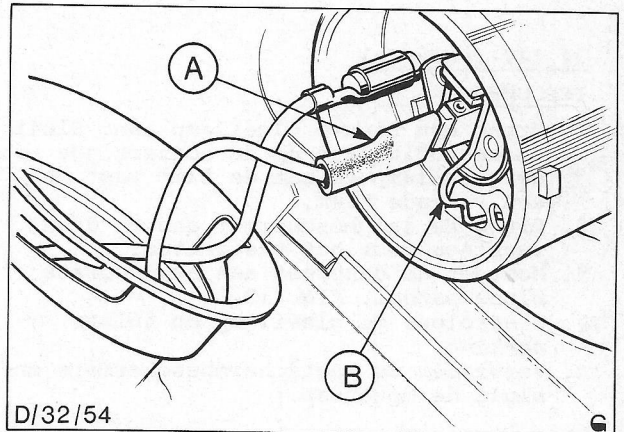

Fig. 10. Koplamp, Kompleet.
11. Monteer de gloeilamp in de reflector en zet vast met de verende klem. Fig. 10.